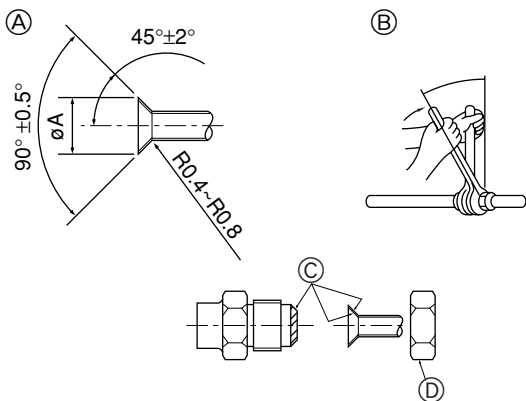

Fig. 4-1
4.1. 连接管道 (Fig. 4-1)
① A 扩口切割尺寸